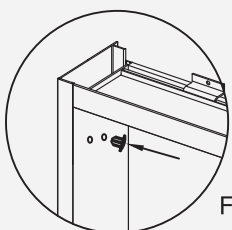
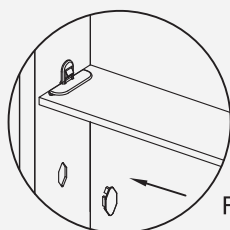

Fig 18
Fig 19
**3.** Complete los agujeros restantes con tapones de agujeros ③ (Fig 18). Llene los demás agujeros de los clips de estante con tapas decorativas ⑭ (Fig 19).